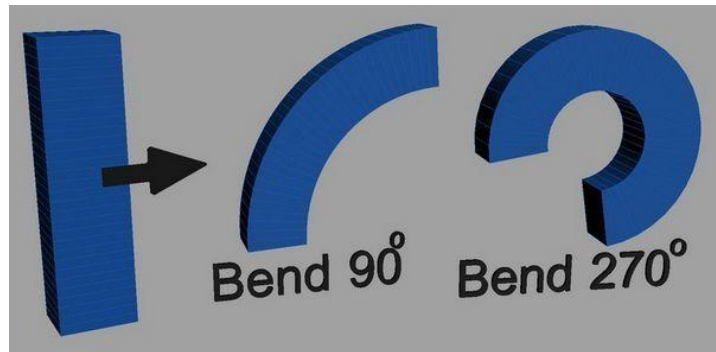

Рисунок 67. Применение модификатора Bend
1. Bend. Модификатор изгибает поверхность на заданный угол. Можно перемещать центр изгиба (Рисунок 67).